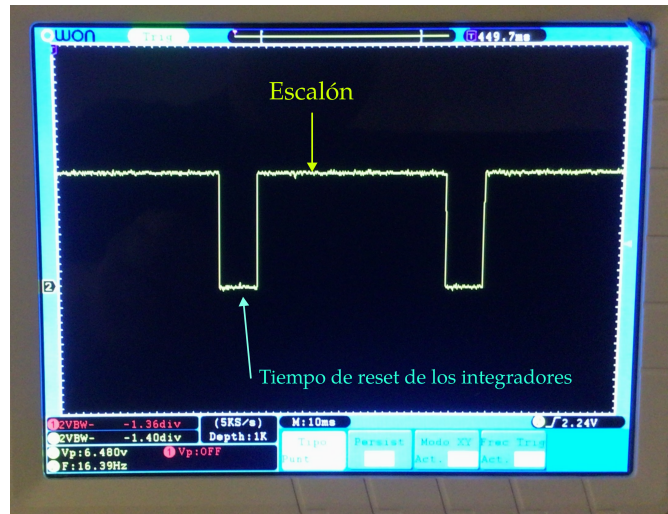

Figura 4: Señal cuadrada
- e) Sincronice adecuadamente el canal 1 del osciloscopio. Debe estar visualizando una señal cuadrada como la mostrada en la figura 4. El osciloscopio debe estar en acople CC en toda esta práctica.